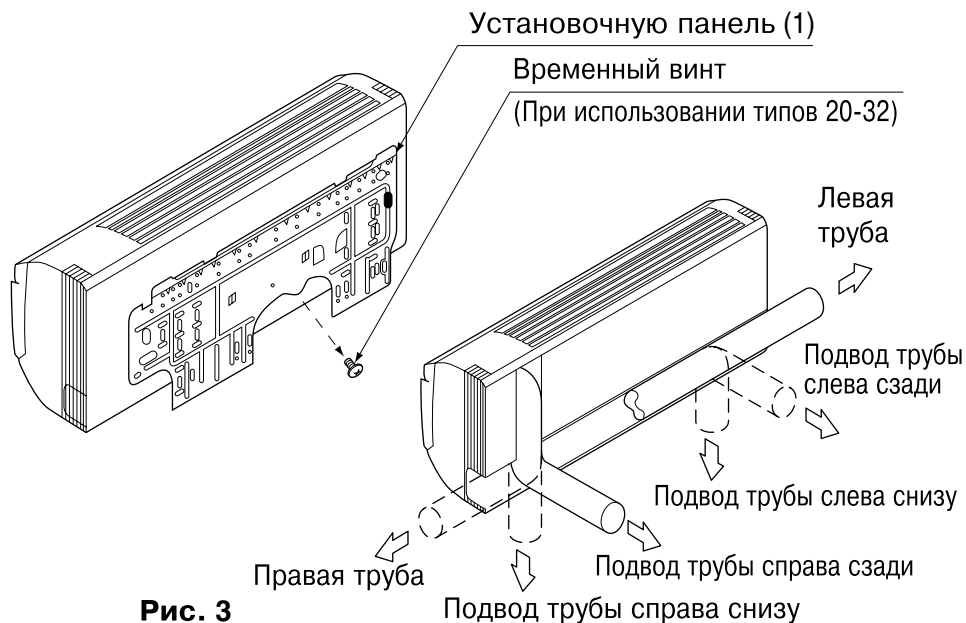

Рис. 3
**(1) Откройте отверстие для трубопровода.**
- Трубопровод для хладагента и дренажную трубу можно вывести в 6 направлениях: слева, снизу слева, сзади слева, справа, снизу справа и сзади справа. **(См. рис. 3)**
- С использованием бумажного шаблона для монтажа (3) выберите направление для вывода трубопроводов и сделайте отверстие (φ80) в стене. Сделайте отверстие таким образом, чтобы обеспечить наклон дренажного трубопровода в нисходящем направлении. (См. раздел “6. РАБОТА С ДРЕНАЖНЫМ ТРУБОПРОВОДОМ”)
**(2) Снимите установочную панель (1) с блока и прикрепите его к стене.**
(Установочная панель временно прикреплена к блоку при помощи винта. (При использовании типов 20-32)) **(См. рис. 3)**